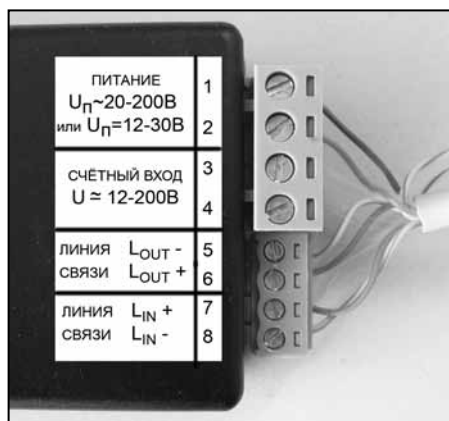

Рисунок 3. Подключение счётчика МИС, исполнение 50x25
6.2 Для конфигурирования счётчика необходимо подключить его к компьютеру через интерфейсный блок ИБ-1, ИБ-2. При этом достаточно подключить линии интерфейса и питания (рисунок 3).
7.1 Только для варианта с интерфейсом - подключите входные  $L_{IN}$  и выходные  $L_{OUT}$  линии последовательного интерфейса кабелем типа UTP5 на винтовые контактные колодки (таблица 1 и рисунок 3).